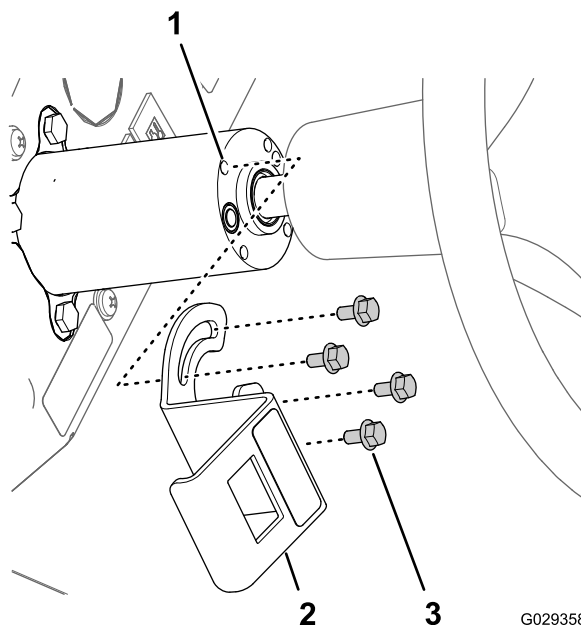

Figura 25
1. Allineate le scanalature delle staffe di montaggio dell'interruttore di COMANDO DELLA SCHIUMA ai 4 inserti filettati sul piantone dello sterzo (Figura 25).
3. Allineate il connettore a 8 prese attraverso l'apertura della staffa e collegate il connettore ai pin (Figura 25) sul retro dell'interruttore a paletta a 3 posizioni (interruttore del COMANDO DELLA SCHIUMA).